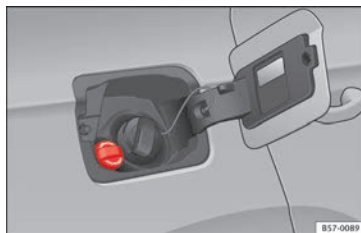

Fig. 222 Tappo di rabbocco del serbatoio di AdBlue.
- Aprire lo sportellino del serbatoio » **fig. 222.**
- Svitare il flacone in senso antiorario ed estrarlo verso l'alto con cautela » ❶.
- Ruotare verso sinistra il tappo del bocchettone di riempimento dell'SCR » **fig. 222**.